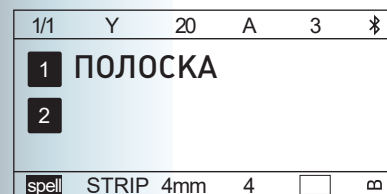

Рисунок 4.4-5
5) Нажмите [Enter], после чего для ввода будет доступна новая строка, она отобразится на дисплее: (Рис. 4.4-5)